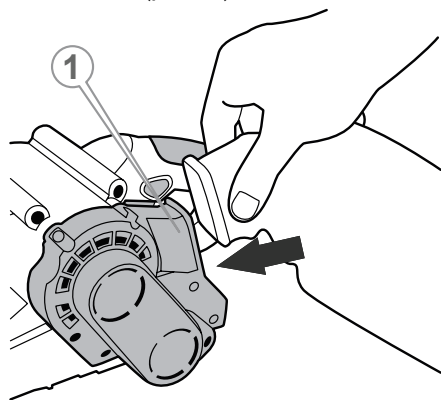

Рисунок 2. Схема використання системи пиловідведення.
- під'єднати через адаптер системи пиловідведення текстильний мішок або будівельний пилосос (рис. 2).